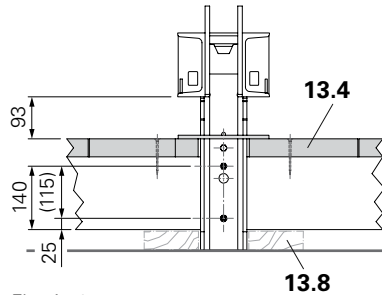

Fig. A1.05a
Praticare fori $\varnothing 8$ nei travetti. Fissare ciascun travetto preforato con **2 viti M8 X 100 con dado M8 e rondella A8** alle traverse. (Fig. A1.05a)
- 80 x 160 mm: v. Fig. A1.05a.